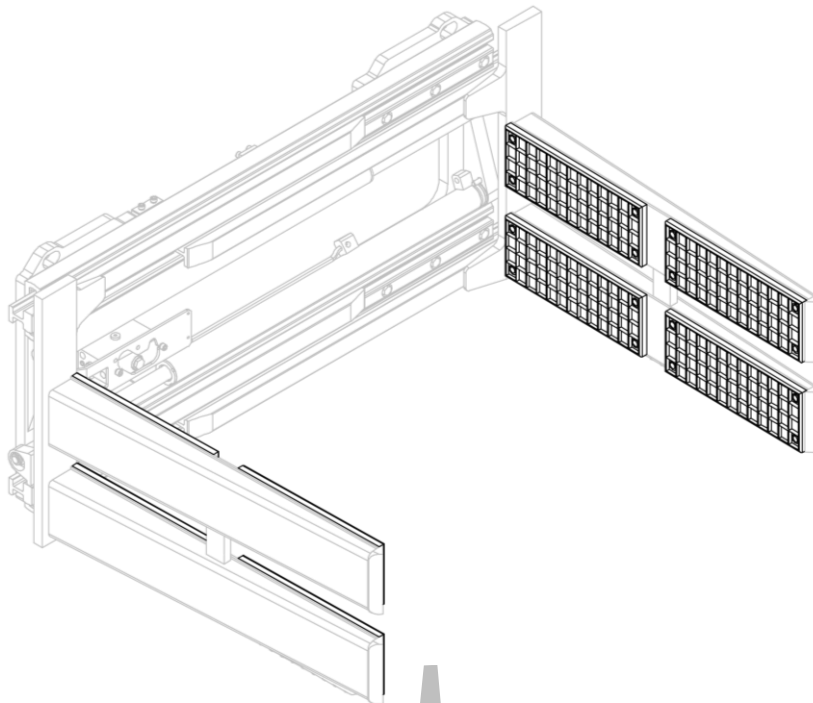

Figura 31
3. Retirar los platos cauchados de los brazos después de quitar sus tornillos (mira *Figura 31* y *Figura 32*).